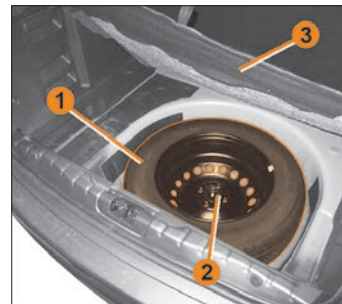

Рис. 9.4.2. Место размещения запасного колеса
- снимите полку багажного отделения **1** и съемный пол **2** (*в варианном исполнении*), поднимите коврик пола **3** (рис. 9.4.2) и разместите его в крайнем положении;